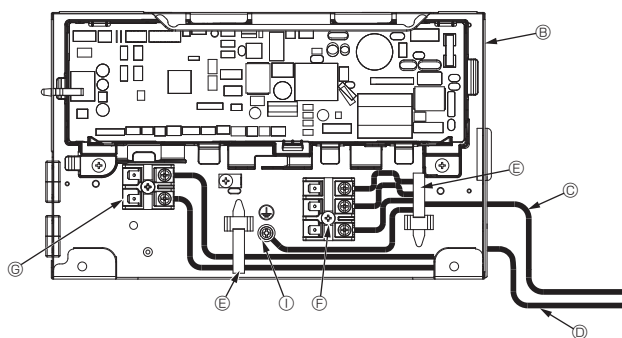

Fig. 7-2
7.2. Appareil intérieur (Fig. 7-1) (Fig. 7-2) (Fig. 7-3)